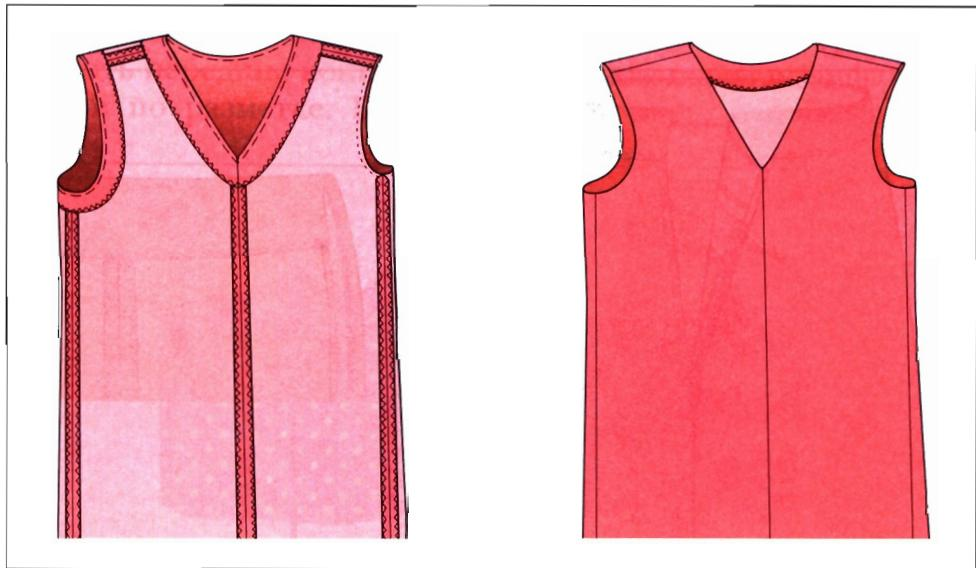

Рис. 48. Обработка срезов платья
5. Обтачивать проймы обтачками (рис. 48).